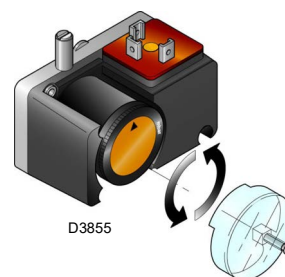

Fig. 28
- Régler le pressostat gaz seuil minimum (Fig. 28 à la p. 28) en début d'échelle.
Effectuer le réglage du pressostat gaz seuil minimum (Fig. 28) après avoir réglé le brûleur, les vannes de gaz et le stabilisateur de rampe.